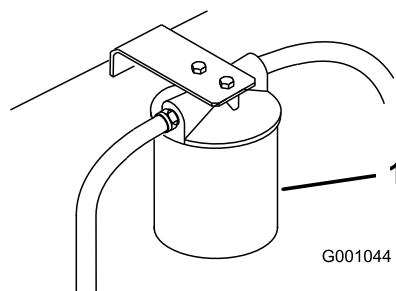

Figura 98
3. Coloque um recipiente de escoamento debaixo do filtro, retire o filtro antigo e limpe a superfície da junta do adaptador do filtro (Figura 98).